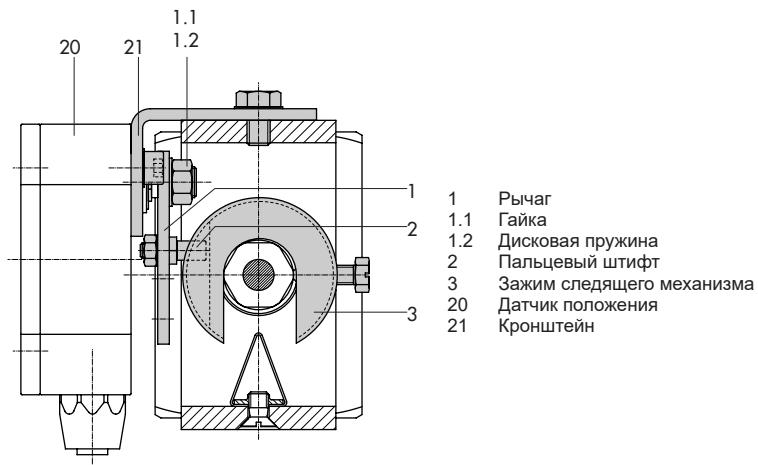

Рис. 28: Монтаж на микроклапан
- См. Рис. 28
1. Установите рычаг (1) на датчике положения в центр и удерживайте. Ослабьте гайку (1.1) и снимите установленный по стандарту рычаг M (1) с дисковой пружиной (1.2) с вала датчика.
2. Прикрепите датчик положения (20) к кронштейну (21).
3. Возьмите рычаг S (1) из навесного оборудования и завинтите пальцевый штифт (2) в отверстие для положения штифта 17. Установите рычаг (1) и дисковую пружину (1.2) на вал датчика. Установите рычаг по центру и удерживайте. Навинтите гайку (1.1).
4. Установите зажим следящего механизма (3) на соединительную муфту клапана, выровняйте под прямым углом и зафиксируйте.
5. Установите и закрепите кронштейн (21) с датчиком положения на раме клапана таким образом, чтобы пальцевый штифт (2) входил в паз зажима следящего механизма (3).